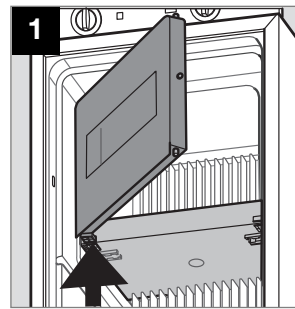

Fig. 22
- Frigør frostboksens dør ved hjælp af en skruetrækker (fig. 22).